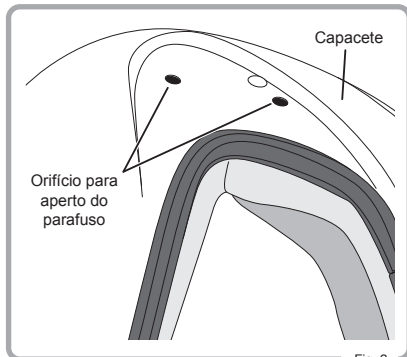

Fig. 2
- 2 Colocar o entalhe da viseira no orifício da face lateral do capacete e alinhar os orifícios de montagem dos entalhes da viseira com os orifícios de montagem do capacete (Fig. 2).